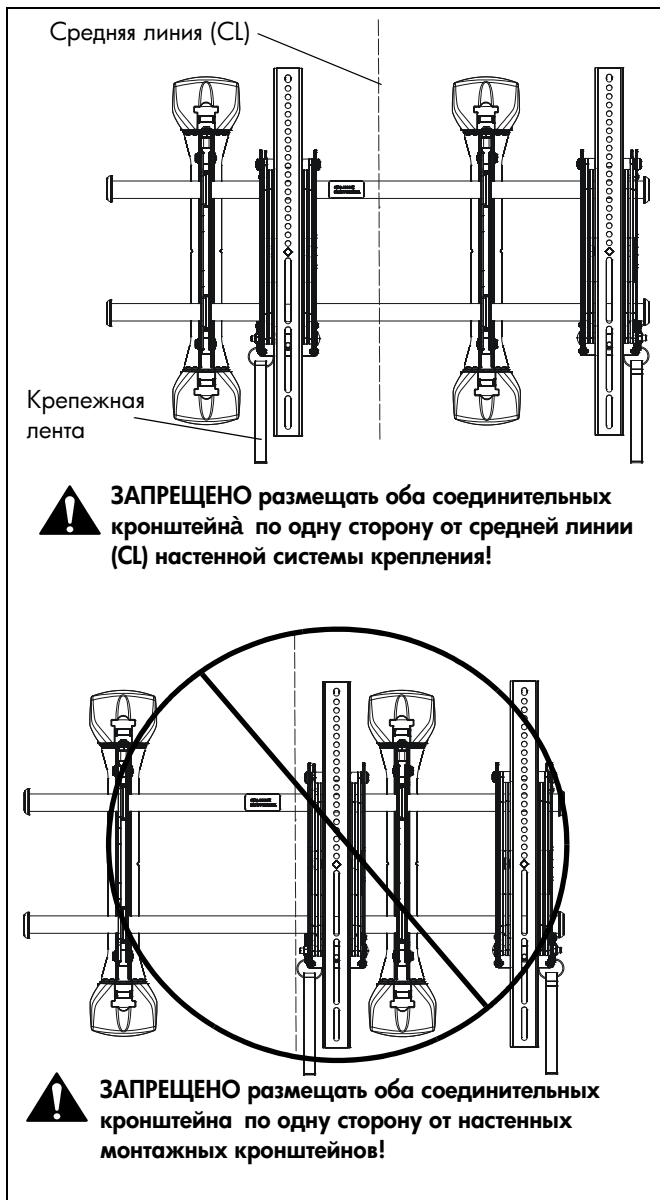

рис. 11
2. Отрегулируйте длину крепежной ленты Velcro® (при необходимости) так, чтобы она не выступала за нижний край экрана. (См. рис. 11)
ПРИМЕЧАНИЕ. ЗАПРЕЩЕНО размещать оба соединительных кронштейна (U и V) по одну сторону от настенного монтажного кронштейна. (См. рис. 11)
ПРИМЕЧАНИЕ. НИКОГДА не размещайте оба соединительных кронштейна по одну сторону от средней линии настенной системы крепления! (См. рис. 11)